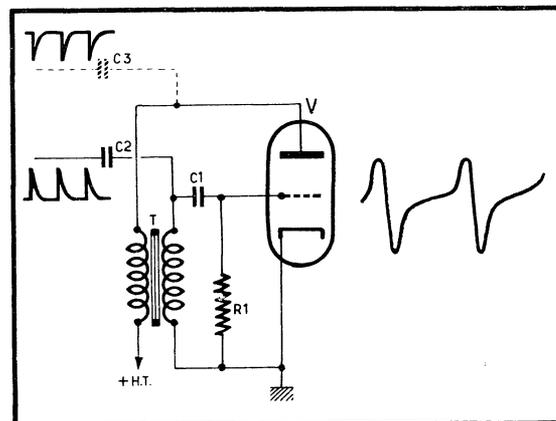

Fig. 111. — Schéma de base d'un oscillateur bloqué, avec la forme de la tension délivrée (à droite) et la polarité des impulsions de synchronisation (à gauche).
Le schéma classique du premier (oscillateur bloqué) est conforme au croquis de la figure 111, et nous voyons que ce schéma rappelle curieusement celui de l'oscillateur B.F. de quelques générateurs H.F. et autres hétérodynes modulées. En réalité, c'est exactement la même chose, les seules différences résidant dans le choix des valeurs  $C_1$  et  $R_1$  et dans le couplage du bobinage oscillateur (T).
En d'autres termes, si le couplage entre les deux enroulements de T est suffisamment serré et si les valeurs de  $C_1$  et de  $R_1$  sont suffisamment élevées (on dit aussi : grande constante de temps), cet oscillateur nous donnera à la sortie une onde caractéristique de la figure 111. En agissant sur les valeurs ci-dessus, dans le sens de la diminution, on peut facilement obtenir une sinusoïde, ce qui est le cas de bons générateurs H.F., mais il n'est pas rare de voir certaines hétérodynes modulées bon marché dont l'oscillation B.F. se rapproche de l'allure de la figure 111.
Enfin, un oscillateur bloqué peut être facilement synchronisé par des impulsions d'amplitude suffisante (quelques volts) que l'on peut appliquer soit sur la grille, s'il s'agit d'impulsions positives, soit sur la plaque, dans le cas contraire (fig. 111).